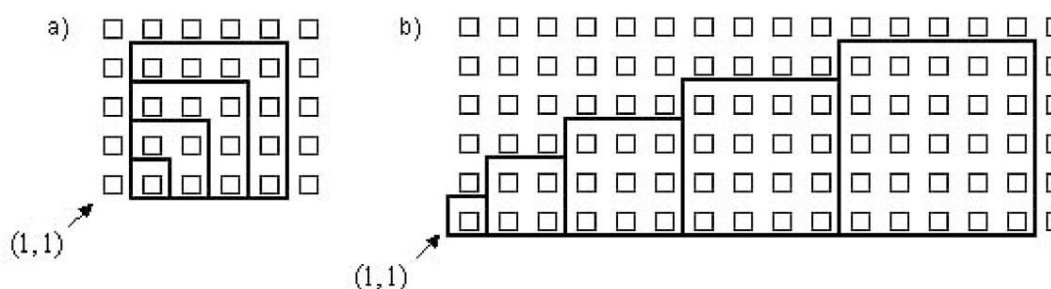

Figura 6.5: Recorridos con cuadrados
2. Utilice el proceso de 1. para realizar los recorridos de la figura 6.5 a partir de (1,1).